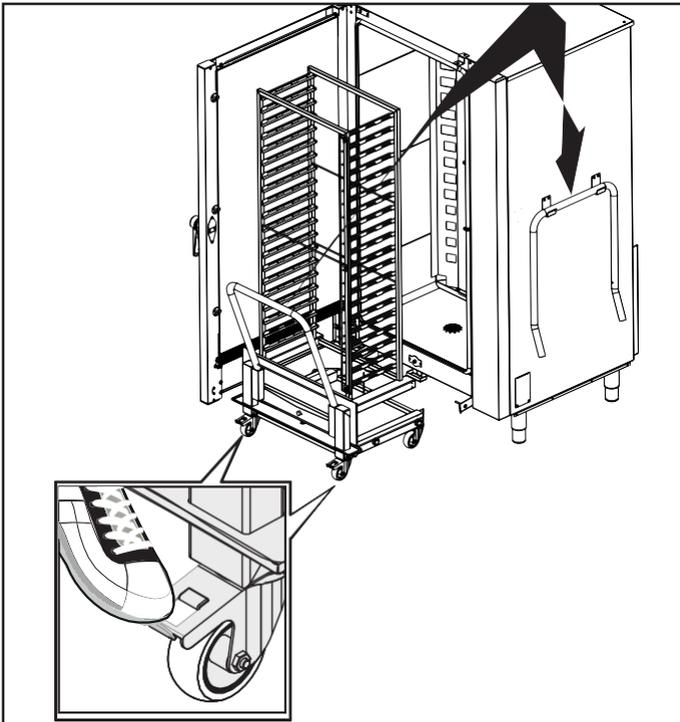

fig.3
- перед закрытием двери необходимо снять ручку с тележки и поместить ее на соответствующие боковые держатели; (рис.3)
- заблокируйте тормоза передних колес после вставки тележки в рабочую камеру и всякий раз, когда нет необходимости ее перемещать. (рис.3)